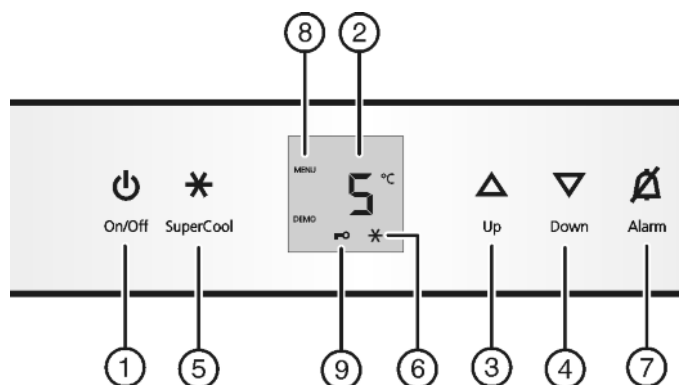

Fig. 2
- ▶ Taste On/Off *Fig. 2 (1)* drücken.
- ▶ Einstellmodus aktivieren: Taste SuperCool *Fig. 2 (5)* ca. 5 s drücken.
- ▶ Die Taste SuperCool *Fig. 2 (5)* kurz drücken, um zu bestätigen.
- ▶ Zum Einschalten der Kindersicherung Taste SuperCool *Fig. 2 (5)* kurz drücken.
- ▷ Das Symbol Kindersicherung *Fig. 2 (9)* leuchtet. In der Anzeige blinkt **c**.
- ▶ Zum Ausschalten der Kindersicherung Taste SuperCool *Fig. 2 (5)* kurz drücken.
- ▷ Das Symbol Kindersicherung *Fig. 2 (9)* erlischt. In der Anzeige blinkt **c**.
- ▶ Einstellmodus deaktivieren: Taste On/Off *Fig. 2 (1)* drücken.
- ▶ Taste Alarm *Fig. 2 (7)* drücken.
- ▶ Temperatur wärmer einstellen: Einstelltaste Up *Fig. 2 (3)* drücken.
- ▶ Temperatur kälter einstellen: Einstelltaste Down *Fig. 2 (4)* drücken.
- ▶ Taste SuperCool Fig. 2 (5) kurz drücken.
- ▷ Das Symbol SuperCool Fig. 2 (6) leuchtet in der Anzeige.
- ▷ Das Symbol SuperCool Fig. 2 (6) erlischt in der Anzeige.